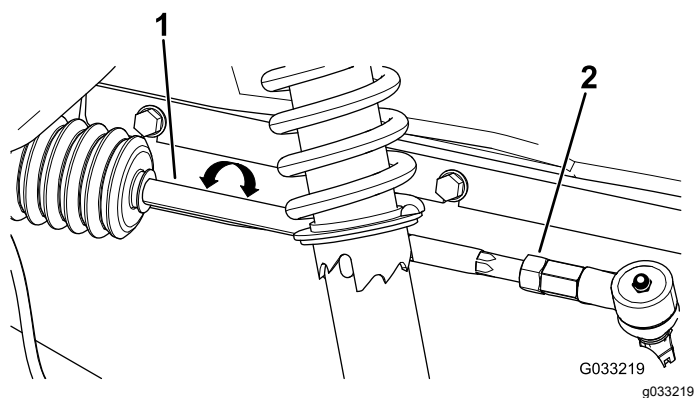

Figura 54
2. Se a medição obtida não se situar entre 0 e 6 mm, desaperte as porcas de retenção nas extremidades das barras (Figura 54).